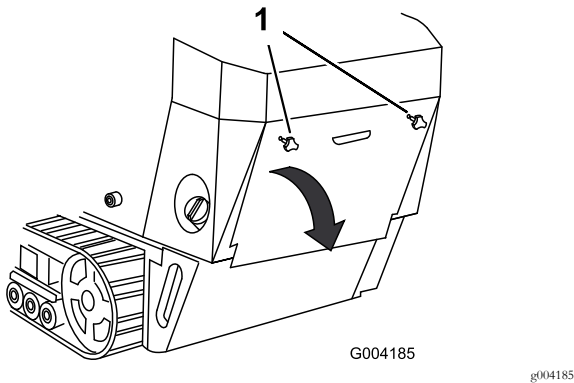

Рисунок 32
1. Отверните 2 маховичка, которые крепят заднюю крышку доступа к машине (Рисунок 32).
2. Для того, чтобы получить доступ к внутренним компонентам, наклоните заднюю крышку доступа и снимите ее (Рисунок 32).